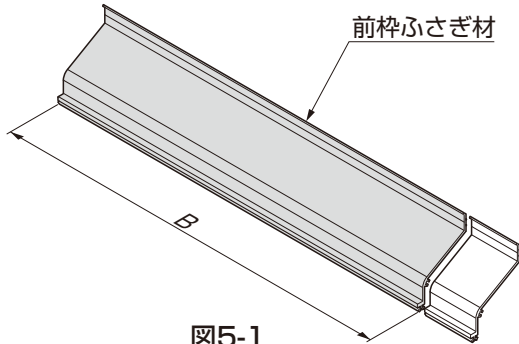

図5-1
- 奥行き12の場合は前枠ふさぎ材14用を、奥行き56の場合は前枠ふさぎ材57用を切断してください。(図5-1、表5-1参照)